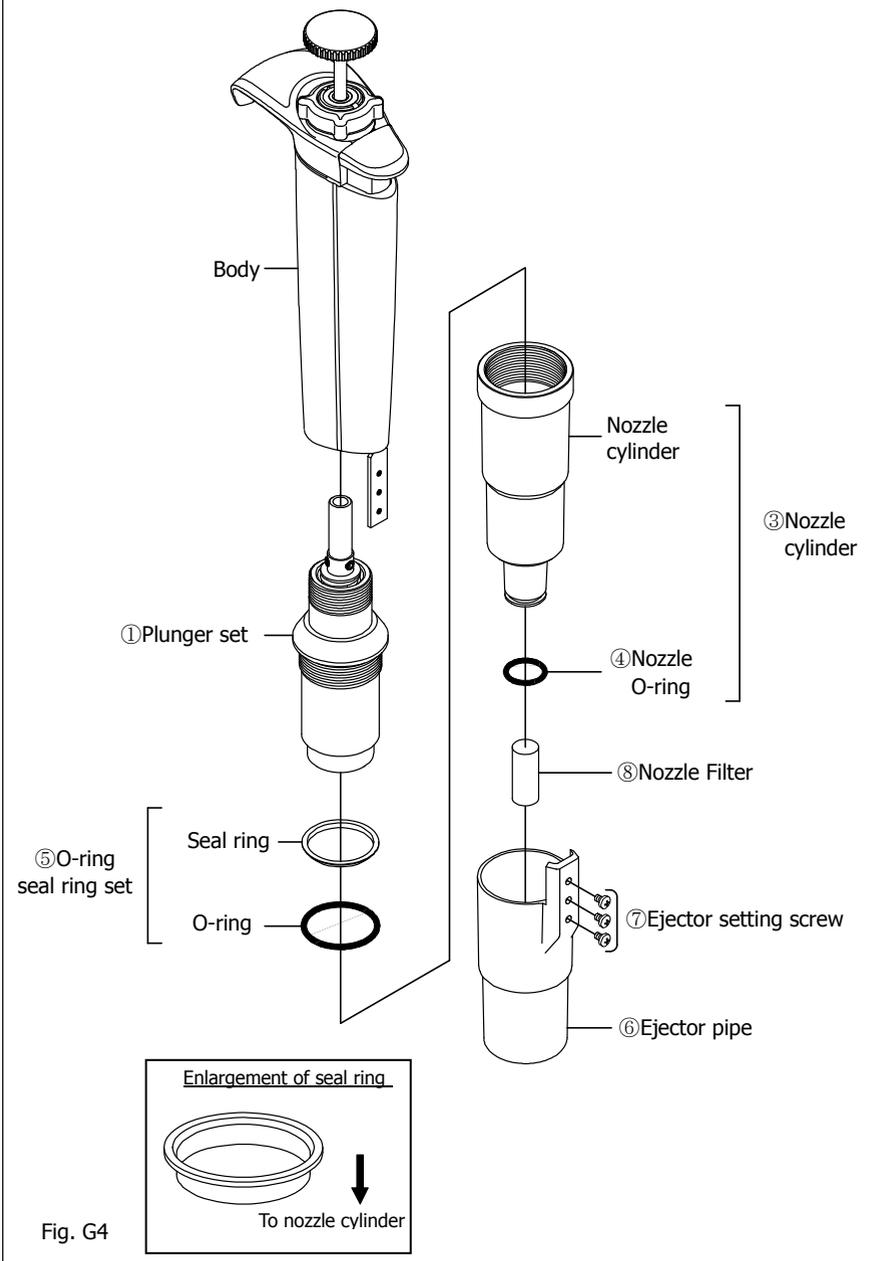
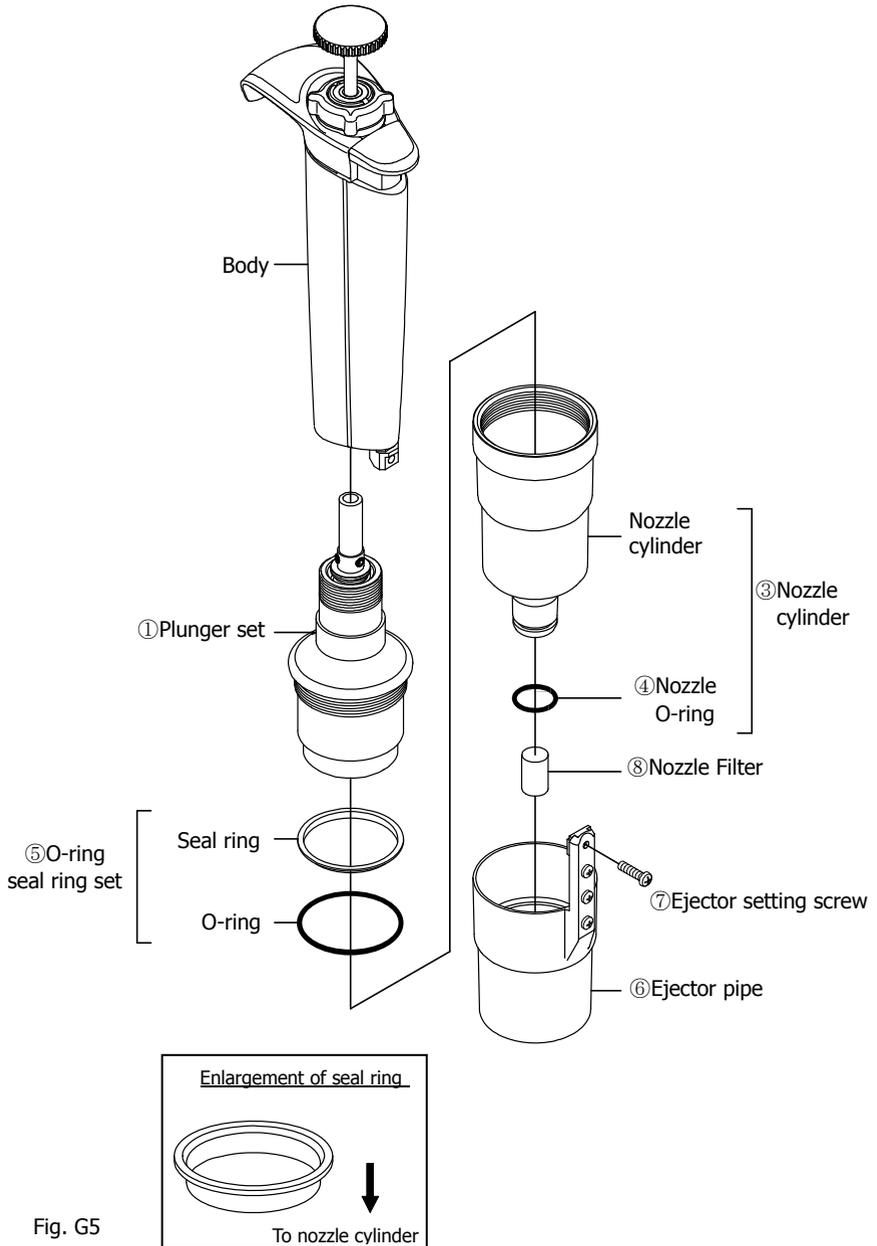

Fig. G4
Fig. G5
- 5000ul: Fig. G4, 10000ul : Fig. G5
- 5000ul : Fig. G4, 10000ul : Fig.G4, G5